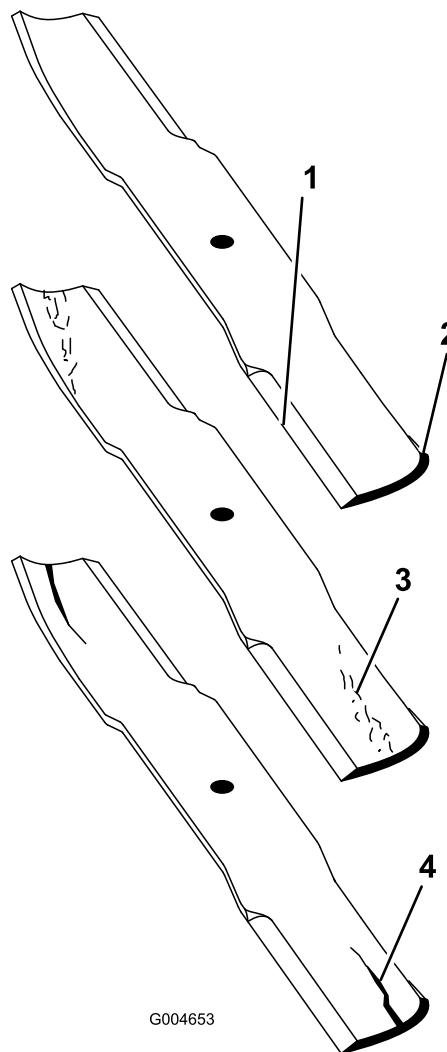

Figure 90
2. Examinez attentivement les tranchants de la lame, particulièrement au point de rencontre de la partie plane et de l'ailette (Figure 90).
Remarque: Le sable et les matières abrasives peuvent éroder le métal à cet endroit, c'est pourquoi il est important de contrôler l'état de la lame avant d'utiliser la tondeuse. Remplacez la lame si elle vous semble usée (Figure 90).